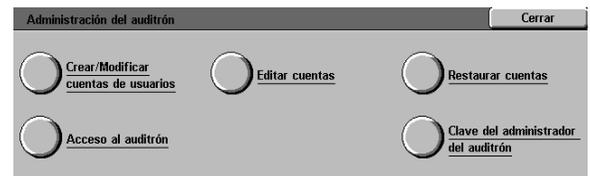

Figura 6: Pantalla Administración del auditrón
- 3 Utilice el teclado numérico para introducir la clave correcta y pulse **Intro** en la pantalla táctil para mostrar la pantalla Administración del auditrón, tal y como ilustra la Figura 6.